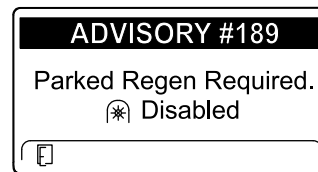

图 55
- 如果在 2 个小时内未执行驻车再生 InfoCenter 信息中心将显示 Parked Regeneration Required 需要驻车再生——功率输出已禁用 ADVISORY #189 第 189 号提醒 图 55。